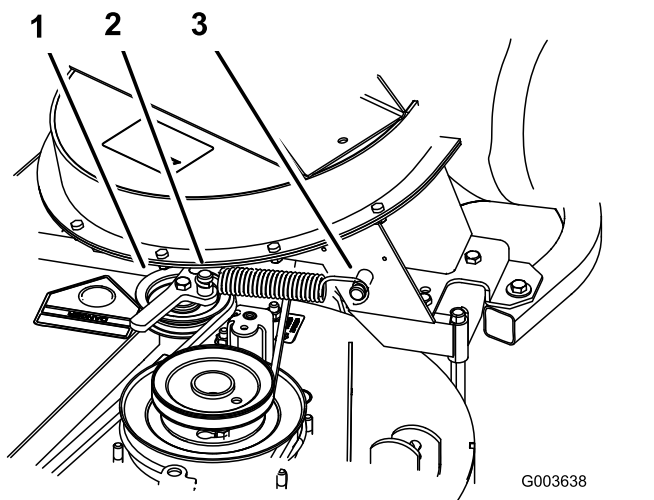

Figura 43
6. Montate la molla come illustra Figura 43.